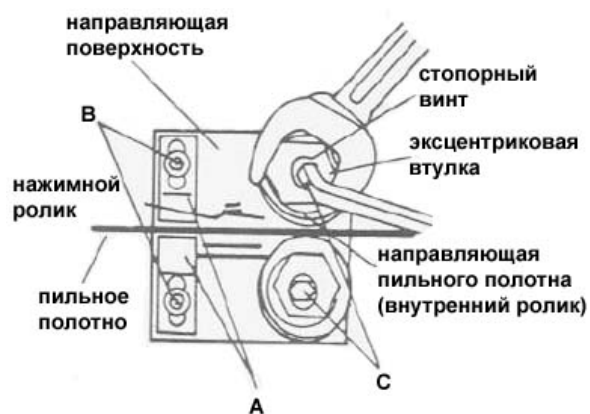

Рис.8
Ослабьте направляющие ленточной пилы (A, Рис. 8) путем ослабления болтов (B). Выдвиньте направляющие таким образом, чтобы они не касались пилы.